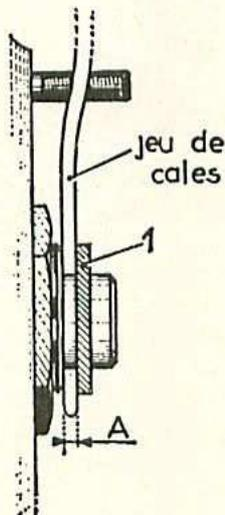

Fig. 64. — Mesure de la cote (A) avec un jeu de cales
- Déposer le petit couvercle et la fausse butée (3). Remettre la boîte dans sa position normale, et, avec un jeu de cales relever la cote (A) (fig. 64).
- Remettre la boîte dans sa position normale et faire tourner le pont à la main, par les planétaires sans les plateaux. L'ensemble doit tourner librement, sans gras ni dur. Si on constate un « gras » ou un « dur » réduire l'épaisseur des cales (de la rondelle de butée (1) (fig. 64) de 0,05 mm.